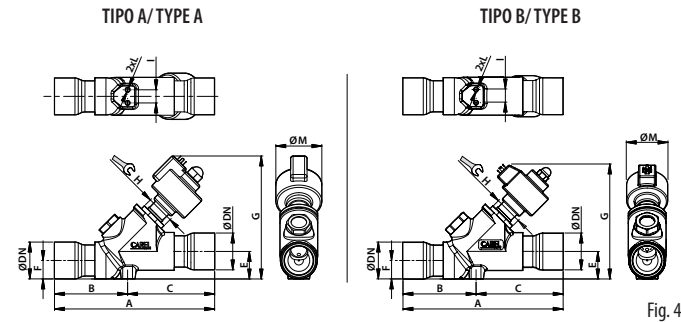

Fig. 4
- Tighten the steel cartridge to the special threaded socket in the valve body using fork spanner (for the size see Fig. 4), making sure the O-ring is fitted to ensure hermetic tightness. Tighten the cartridge by pressing the ring against the valve body with a recommended torque of 30-35 Nm for E⁵V and E⁶V or 35-40 for E⁷V (Fig. 2.3). **Warning!** If the threaded rod comes completely out of the cartridge, proceed as follows:
- Visser la cartouche en acier au corps du détendeur dans son emplacement fileté spécial avec une clé à fourche (pour la dimension, voir fig. 4) en vérifiant l'insertion correcte du joint «O'ring», qui garantit son étanchéité. Serrer la cartouche en situant la bague en butée sur le corps vanne avec un couple de serrage conseillé de 30-35 Nm pour ESV et E6V ou de 35-40 pour E7V (Fig. 2.3).
- Den Stahleinsatz in der speziellen Gewindeaussparung des Ventilkörpers mit einem Gabelschlüssel (für die Größe siehe Fig. 4) verschrauben; überprüfen, dass der O-Ring, der die hermetische Dichtigkeit garantiert, befestigt ist. Den Einsatz am Ventilkörper mit einem Drehmoment von 30-35 Nm für EV und EV oder 35-40 für EV festschrauben (Fig. 2.3).